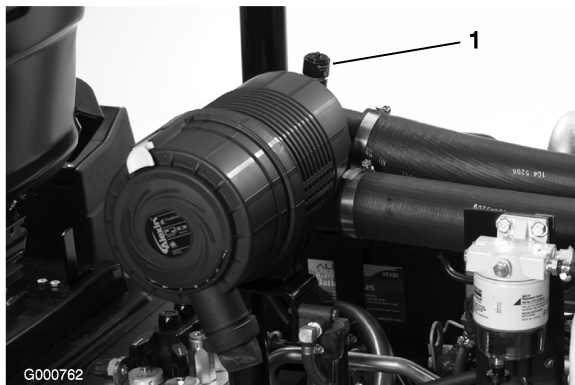

Figure 38
Faites l'entretien du filtre à air uniquement quand l'indicateur de colmatage (Figure 38) indique que cela est nécessaire. Changer le filtre à air prématurément ne fait qu'accroître le risque de contamination du moteur par des impuretés quand le filtre est déposé.
- Réarmez l'indicateur de colmatage (Figure 38) s'il est rouge.